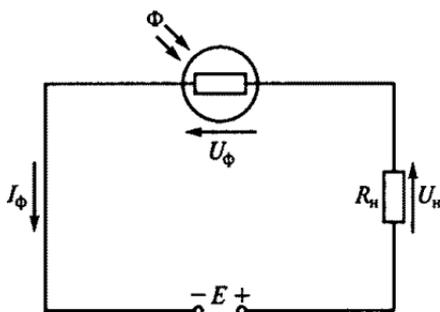

Рис. 188
7.36. Как изменятся напряжения на нагрузке U_n и фоторезисторе U_ϕ (рис. 188) при увеличении светового потока Φ ?